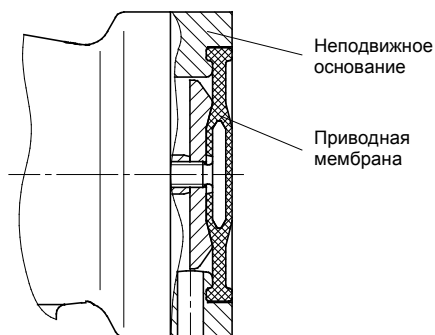

Рис. 72
- перед этим установить длину хода на 50%. Мембрану установить на неподвижное основание – мембрана должна находиться в среднем положении (ср. рис. 72).